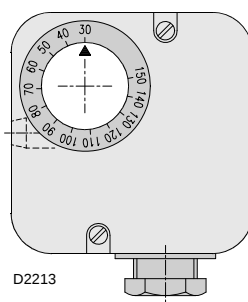

图 20
- 调节蝶阀上的最大燃气压力开关（图 20）至量程的终止位置；